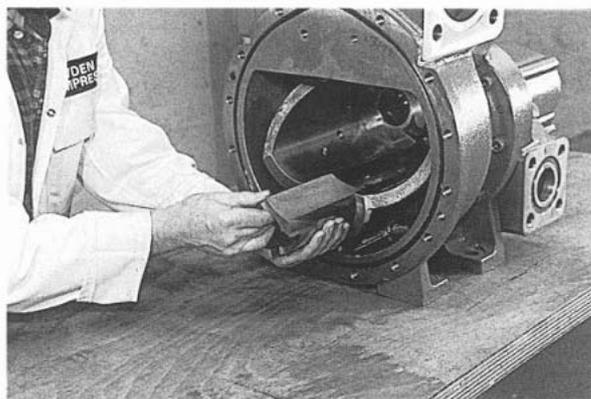

Рис. 65
41. Вытащите золотник через корпус ротора. (Рис. 65)